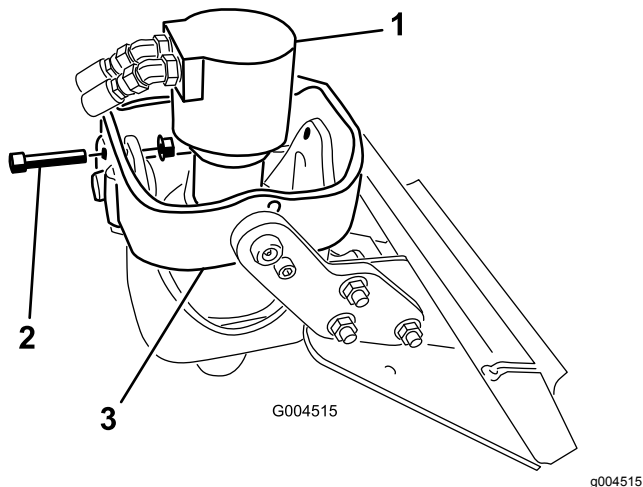

Bild 4
2. Stellen Sie den Motor ab und ziehen den Schlüssel ab, wenn Sie einen Erdbohrer an einem Antriebskopf des Modells 22806 montieren. Positionieren Sie den Antriebskopf vertikal, schieben Sie eine Schraube ($\frac{1}{2}$ " x $2\frac{1}{2}$ ") in die Löcher an den vorderen Wiegearmen und ziehen Sie die Schraube leicht mit einer Bundmutter ($\frac{1}{2}$ ") an, wie in **Bild 4** abgebildet.